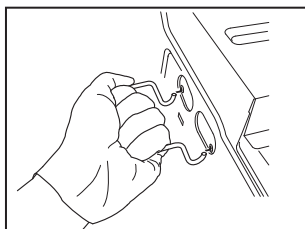

Fig. 1
1. Insira a pega firmemente nos furos laterais (Fig. 1)